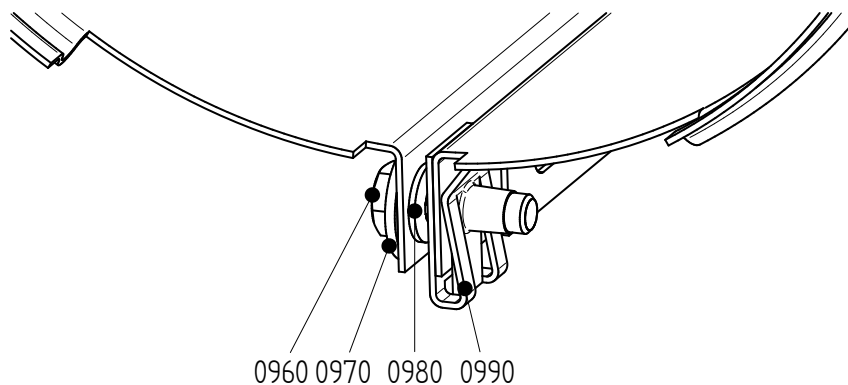

Figure 9: Installation de l'enveloppe.
- 1 Desserrez les boulons (0960). Voir figure 9.
- 3 Fermez l'enveloppe et posez un boulon (0960). Voir figure 9.
- Fermez l'enveloppe et posez un boulon (0960). Voir figure 9.